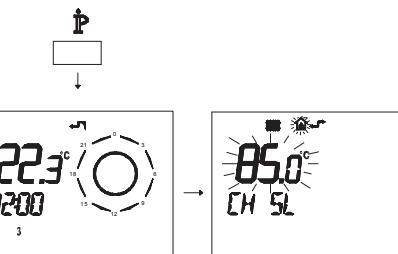

Figura 5.37
- Pulse durante más de 3 segundos el botón **PIP** para entrar en la modalidad **INFO** (Figura 5.37).